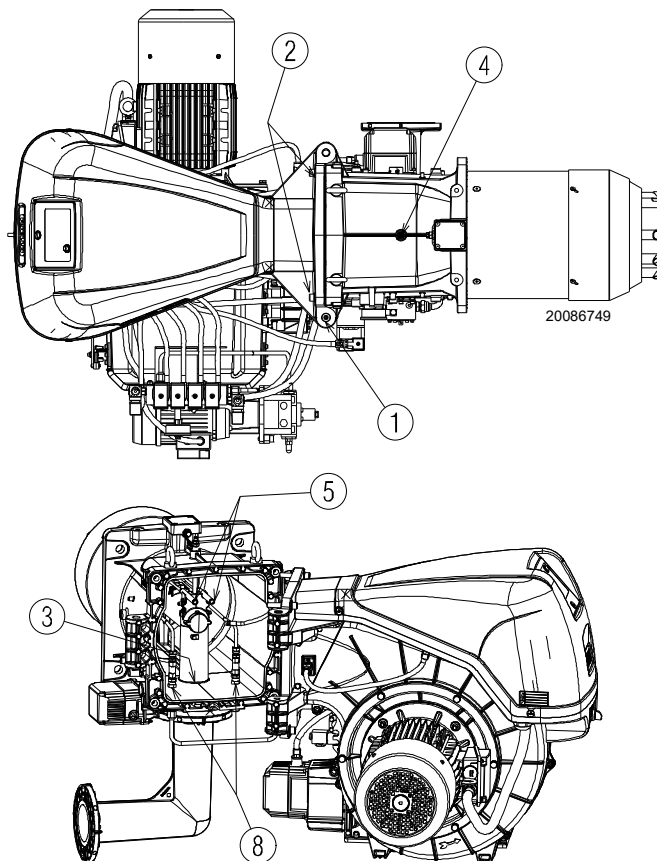

Fig. 15
Arzătorul pleacă din fabrică pregătit să se deschidă spre dreapta, deci păstrați știftul 1) (Fig. 15) în poziție.
- C deschideți complet arzătorul ca în Fig. 15;
Pentru a deschide arzătorul din partea opusă, înainte de a scoate știftul 1) (Fig. 15), verificați dacă cele 4 șuruburi 2) sunt strânse. Apoi mutați știftul 1) în partea opusă, numai atunci pot fi îndepărtate șuruburile 2). Deconectați mufa 9) (Fig. 15) a presostatului maxim de gaz, apoi procedați așa cum este descris mai sus la punctul C).